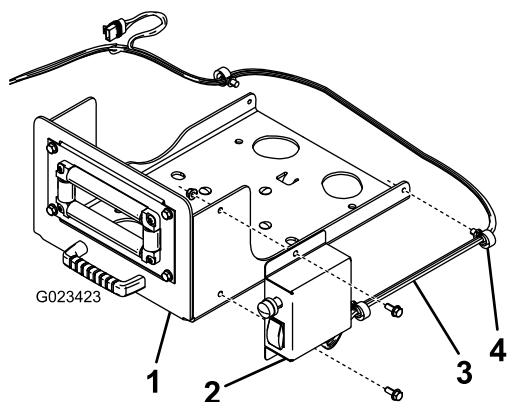

Figura 6
5. Monte la caja de interruptores en el soporte giratorio con 2 pernos (5/16") y 2 tuercas con arandela prensada (5/16"), según se muestra en Figura 6.
- Sujete el arnés de cables al lateral del soporte giratorio usando los clips existentes (Figura 6).